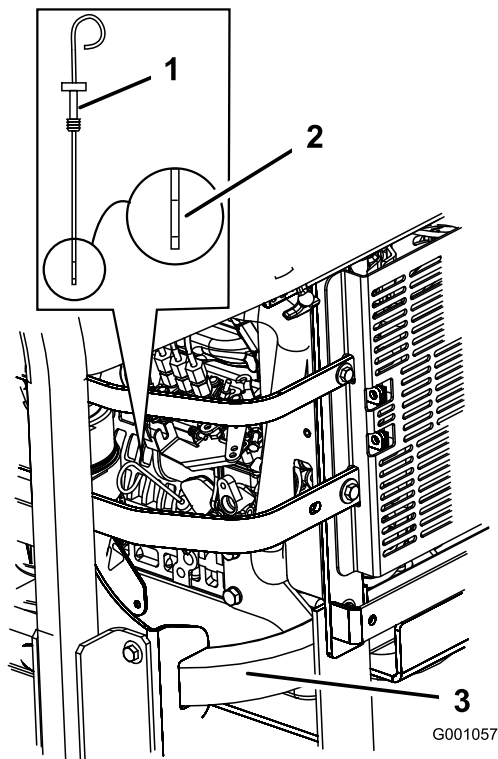

Bild 38
3. Reinigen Sie den Bereich um den Ölpeilstab herum (Bild 38), damit kein Schmutz in den Einfüllstutzen gelangen und so den Motor beschädigen kann.
4. Ziehen Sie den Ölpeilstab heraus und wischen das Metallende ab (Bild 38).
5. Schieben Sie den Ölpeilstab vollständig in den Einfüllstutzen. Ziehen Sie den Peilstab wieder heraus und prüfen Sie das Metallende (Bild 38). Gießen Sie bei niedrigem Ölstand nur so viel Öl langsam in den Einfüllstutzen, dass der Ölstand die VOLL-Markierung erreicht.